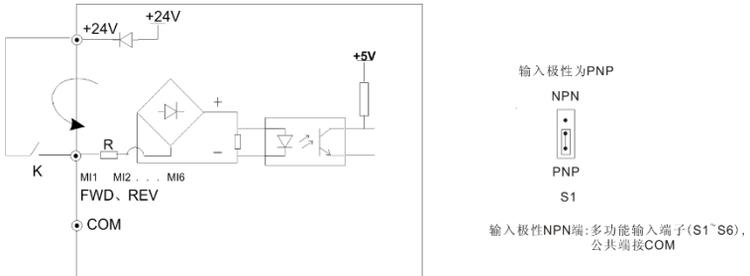

图3-10 使用内部+24V电源的漏极的连线方式
② 使用变频器内部的24V电源，输入极性为PNP时，接线方式如图3-10所示